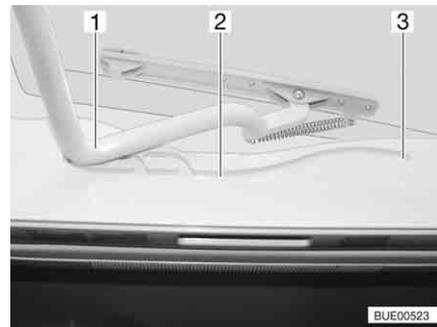

Bild 79 Heki-Dachhaube, Führung
- Den Bügel (Bild 79,1) in den Führungen (Bild 79,2) bis in die hinterste Position (Bild 79,3) ziehen.
- Den Bügel (Bild 79,1) mit beiden Händen leicht nach oben drücken.
- Den Bügel in den Führungen (Bild 79,2) bis zur gewünschten Stellung ziehen.